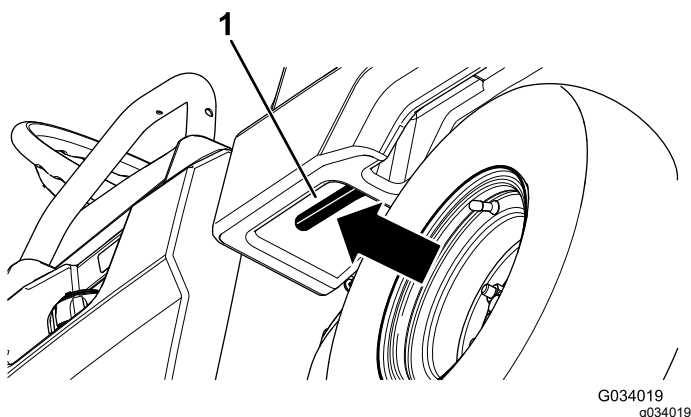

Figure 7
2. Tirez vers vous le levier du côté intérieur gauche du plateau de chargement et levez le plateau (Figure 7).